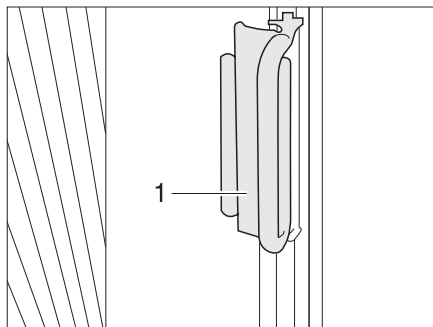

Fig. 12 Impugnatura della tendina oscurante pieghevole per il finestrino del conducente/passeggero
- Spingere le tendine oscuranti pieghevoli per il finestrino del guidatore e del passeggero sul sopralzo con l'impugnatura (Fig. 12,1). La tendina oscurante pieghevole è ora bloccata.